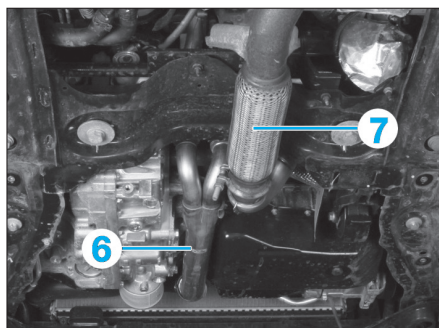
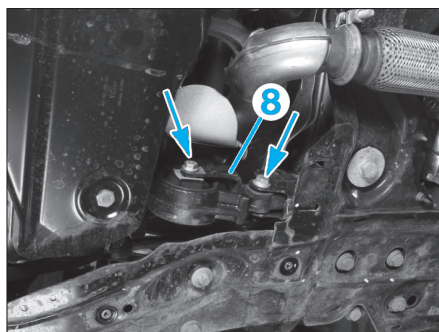

Fig. 87
Fig. 88
- Déposer (Fig.87) :
- le tuyau d'air (6),
- l'ensemble flexible d'échappement et filtre à particules (7).
- la biellette anticouple inférieure (8) (Fig.88),